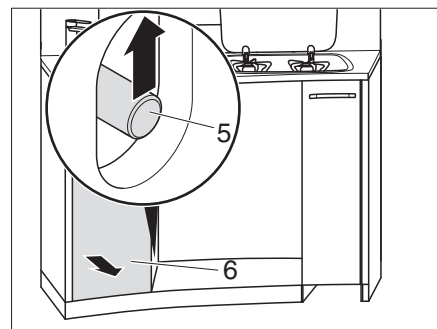

Bild 131 Hohe Küchenschublade entriegeln
- Durch die Öffnung greifen und Schubstange (Bild 131,5) nach oben schieben.